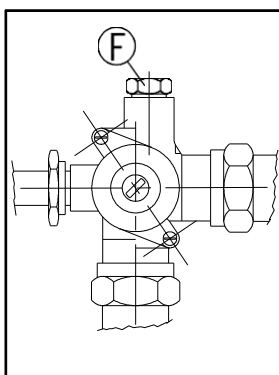

Fig. 6
- Desmontar el inyector (A) del quemador desenroscándolo y sustituirlo por el correspondiente al tipo de gas a utilizar, según la tabla 2.
5.2.- REGULACIÓN DEL CAUDAL MÍNIMO DE LA VÁLVULA DE GAS (Fig. 5 y Fig. 6)